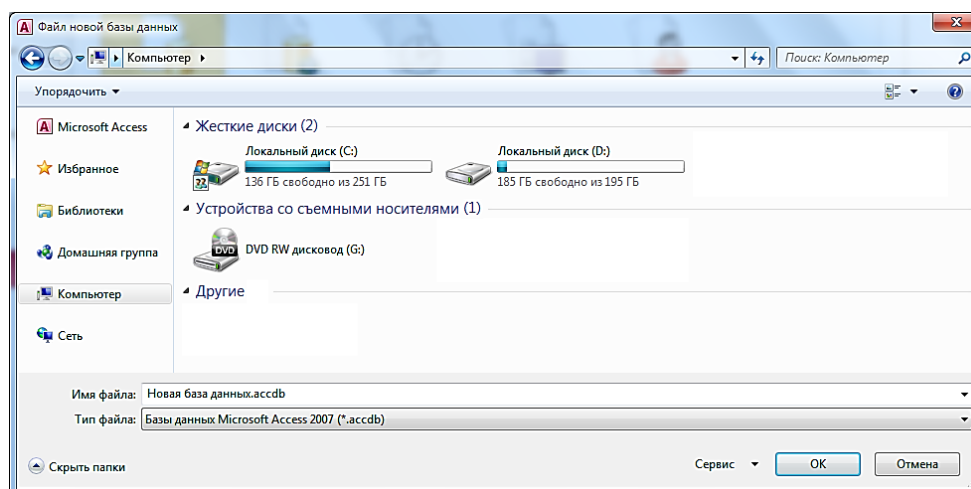

Рисунок 56 – Диалоговое окно *Файл новой базы данных*
5. Тип файла выберите *Базы данных Microsoft Access*, и нажмите на кнопку *OK* (рисунок 56).